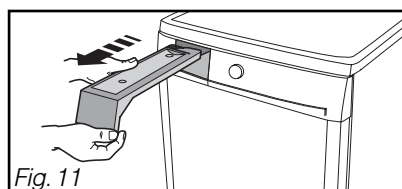

Fig. 11
– Pour le vider, dégagez-le de son logement en le tirant vers vous (Fig. 11).